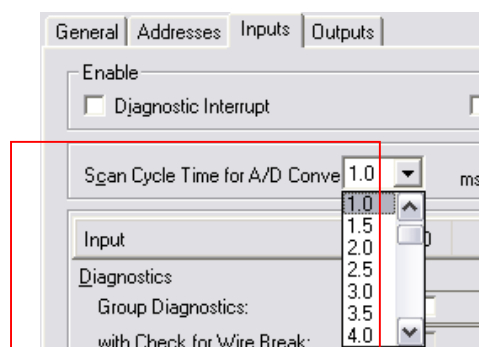
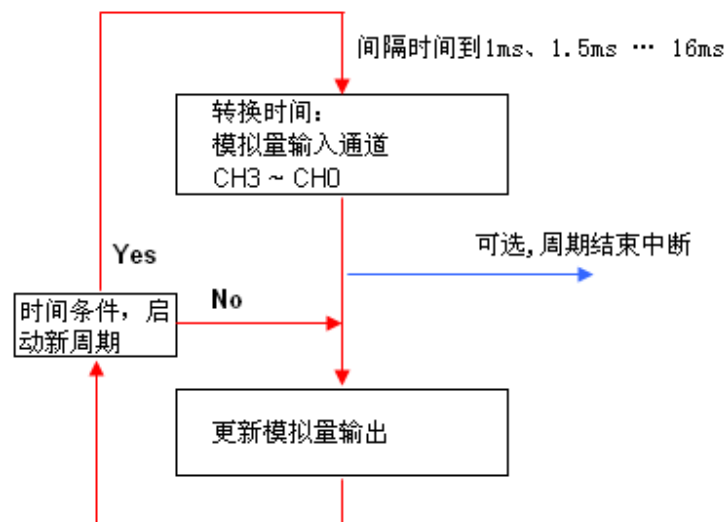

图 3 条件周期模式的组态
图 4 条件周期模式
- 条件周期模式：在硬件组态中修改模块扫描周期时间为 1~16ms 时（如图 3），模块以条件周期模式运行。在条件周期模式下，当所有的模拟量输入通道被处理完成后，SM335 会输出一个可选择的周期结束中断给 CPU，然后模块进入一个等待状态，同时完成模拟量输出通道的更新。当设定的扫描周期时间（1~16ms）结束后，模块将启动一个新的处理周期，如图 4。